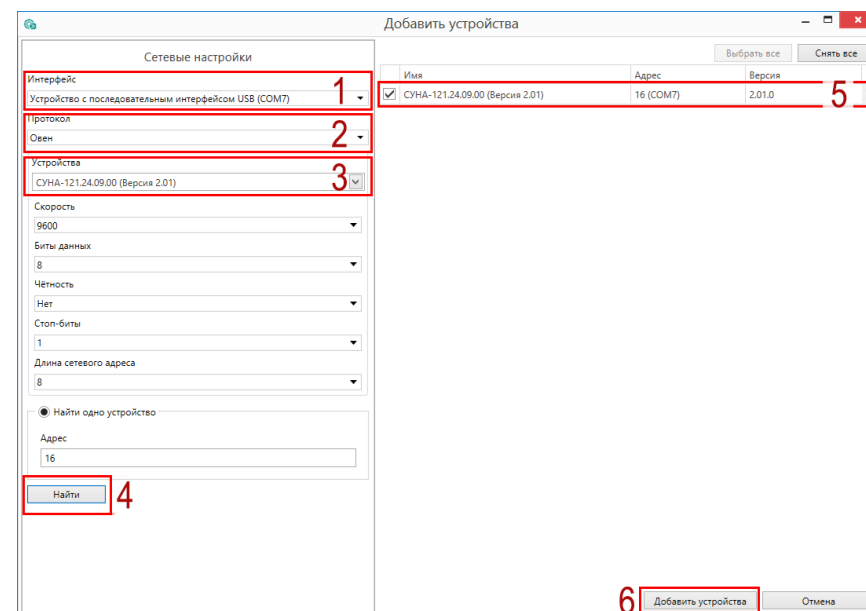

Рисунок 4.1 – Настройки связи с устройством
6. Выбрать интерфейс «Устройство с последовательным интерфейсом USB» (см. рисунок 4.1, 1). Номер COM порта, присвоенный прибору можно узнать в Диспетчере устройств Windows.
7. Выбрать протокол **ОВЕН** (см. рисунок 4.1, 2).
8. Выбрать устройство (Пункт 3 на рисунок 4.1). Модификация прибора указана на боковой стороне прибора.
9. Выбрать «Найти одно устройство», если добавляется один прибор. Запустить поиск нажатием на кнопку «Найти» (см. рисунок 4.1, 4).
10. Выделить найденное устройство (см. рисунок 4.1, 5).
11. Добавить устройство в проект Конфигуратора по нажатию кнопки «Добавить устройства» (см. рисунок 4.1, 6).